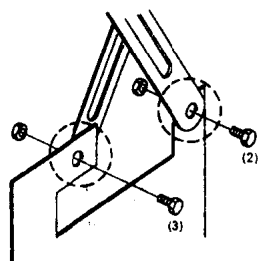

图 T3
- (2) 如图 T3 所示, 把摄像机支架臂 (B) 用螺钉 (2) 和 (3) 安装在摄像机支架 (D) 上。